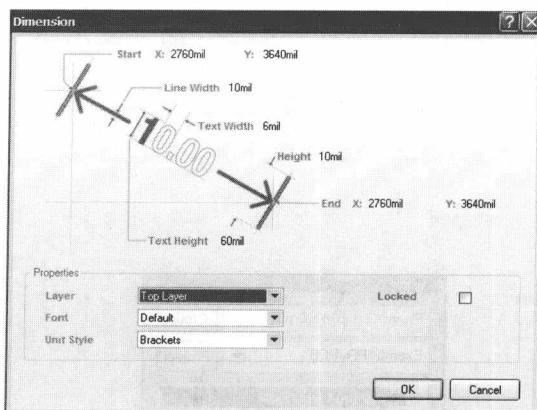

图 5-2 距离标注属性设置对话框
4. 属性设置 按 Tab 键，弹出 Dimension (距离标注) 属性设置对话框，如图 5-2 所示。(对已经在 PCB 板上放置好的距离标注，直接双击鼠标左键也可以弹出距离标注属性设置对话框)。
5. 按照图 5-2 所示设置好后，点击 OK 关闭设置对话框。将光标移动到合适的位置，单击鼠标左键确定放置距离标注的起点位置。移动光标到合适位置再单击鼠标左键，确定放置距离标注的终点位置，完成距离标注的放置，如图 5-3 所示，系统自动显示当前两点间的距离。